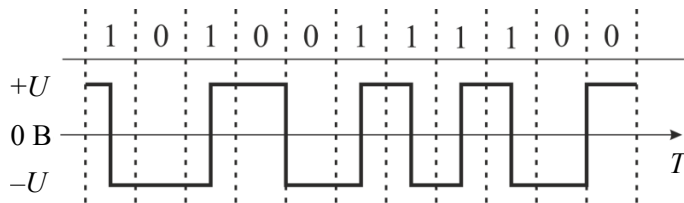

Рис.13. Код Миллера
- при передаче логического «0» происходит смена полярности в конце битового интервала, если предыдущий бит был логическим «0» (рис.13).